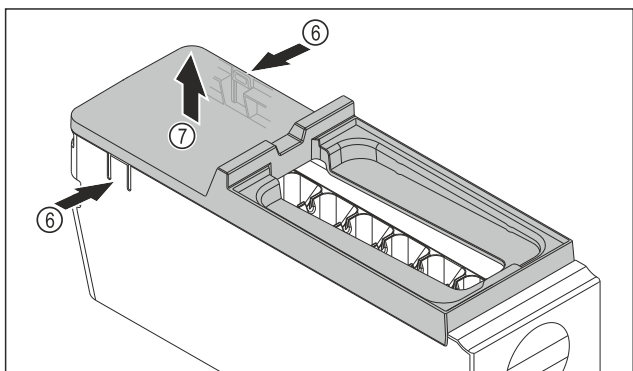

Fig. 112
- ▶ Снимите крышку корпуса EasyTwist-Ice: Надавите рукой на накладки Fig. 112 (6) с обеих сторон корпуса EasyTwist-Ice.
- ▶ Другой рукой снимите крышку Fig. 112 (7) по направлению вверх.